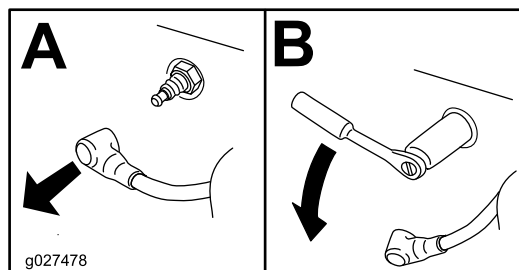

Figura 19
4. Retire la(s) bujía(s) como se muestra en la Figura 19.